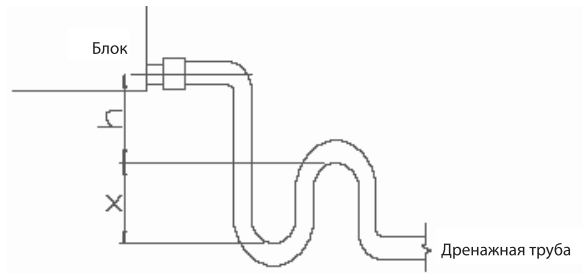

Рис. 8.10 Водяной затвор
• При подключении дополнительного воздуховода сбоку внутреннего блока необходимо предварительно удалить защитную перегородку. Затем установить круглый фланец с помощью герметика и самонарезающих винтов (см. рис. 8.10)